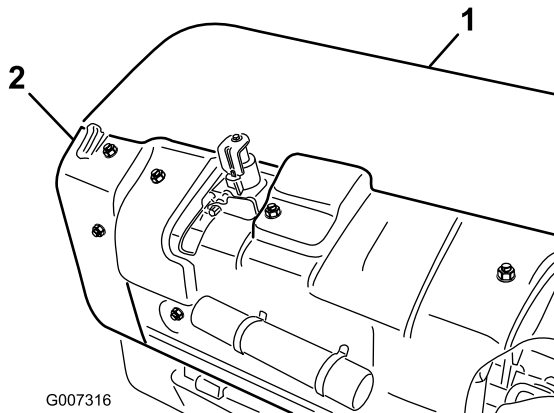

Bild 34
- A. Nehmen Sie die Abdeckung des hinteren Aerifizierkopfes ab (**Bild 34**).
- B. Nehmen Sie die Befestigungsschrauben der Spannscheibenabdeckung und dann die Abdeckung ab (**Bild 34**).